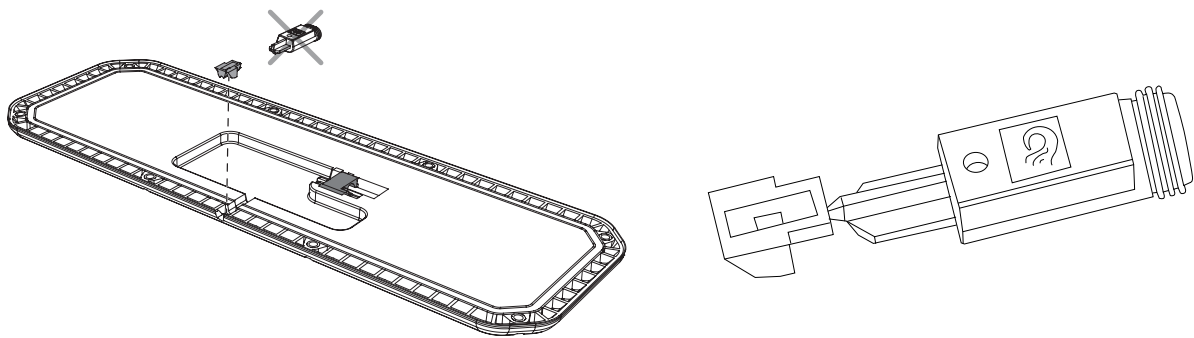

Abbildung 48. Montage der Abdeckung zur Abdichtung der UCU.
4. Détachez avec précaution la partie extérieure de la fiche et montez dans l'échancrure. Voir Abbildung 48.